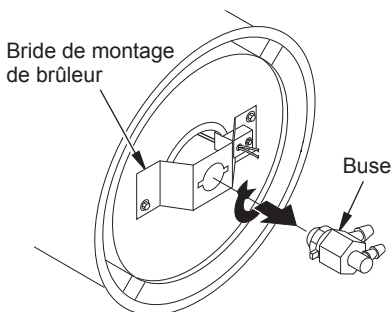

Figure 22 - Dépose de la buse, tous modèles
4. Tournez la buse d'un quart de tour vers la gauche et tirez-la vers le moteur pour l'enlever (voir Figure 22).
- Fixez la buse à l'attache de la bride de montage de brûleur (voir Figure 22).